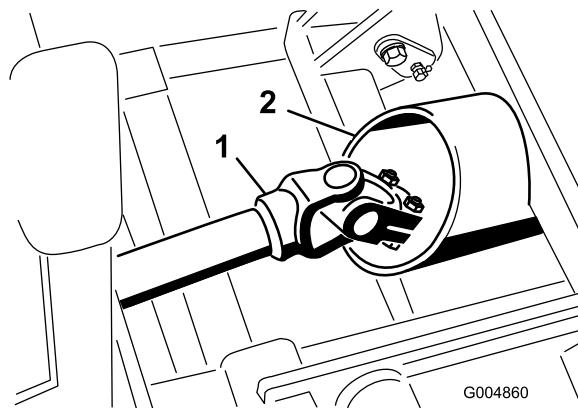

Figura 34
4. Coloque cuidadosamente el conjunto del bastidor de invierno en su posición, pasando el eje motor a través del tubo del bastidor (Figura 34).